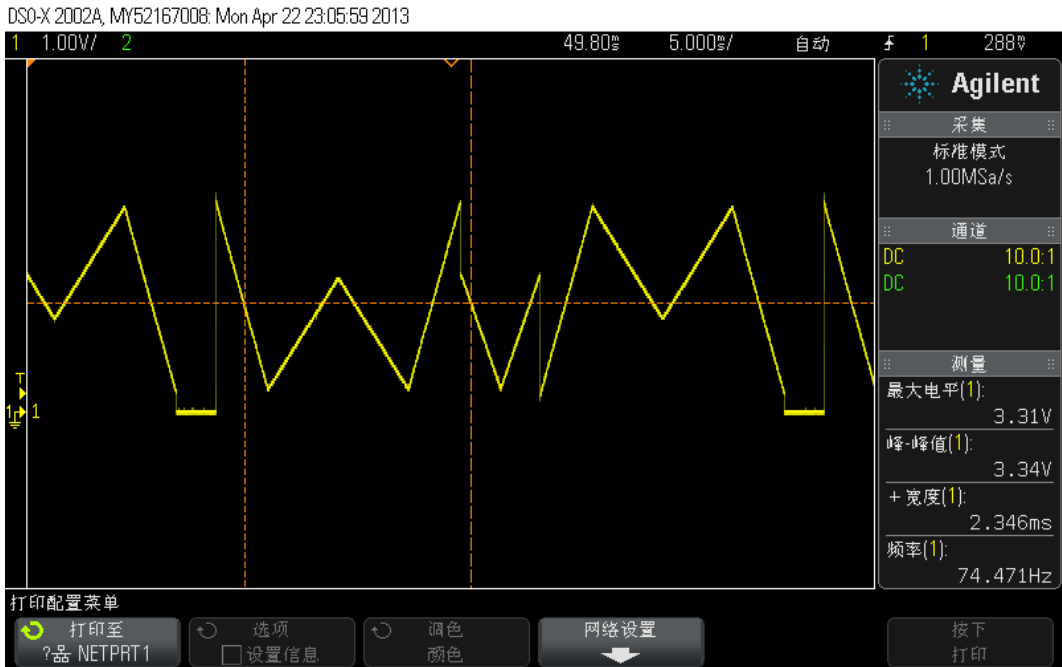

图 21.2 “WvM” 字符示波器波形
- 2) 然后我们就能用 MSP-EXP430G2 扩展板上的 DAC 构造出该波形，如图 21.2 所示，这就是传说中：基于 DDS 直接数字频率合成原理的 AWG 任意波形发生器。